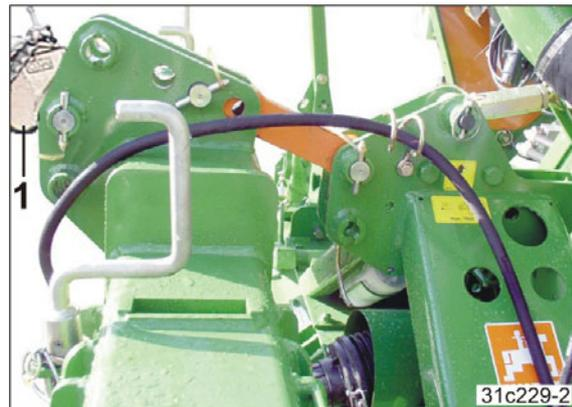

図 21
8. トラクターのアップパーアーム (図 21/1) を接続してください。